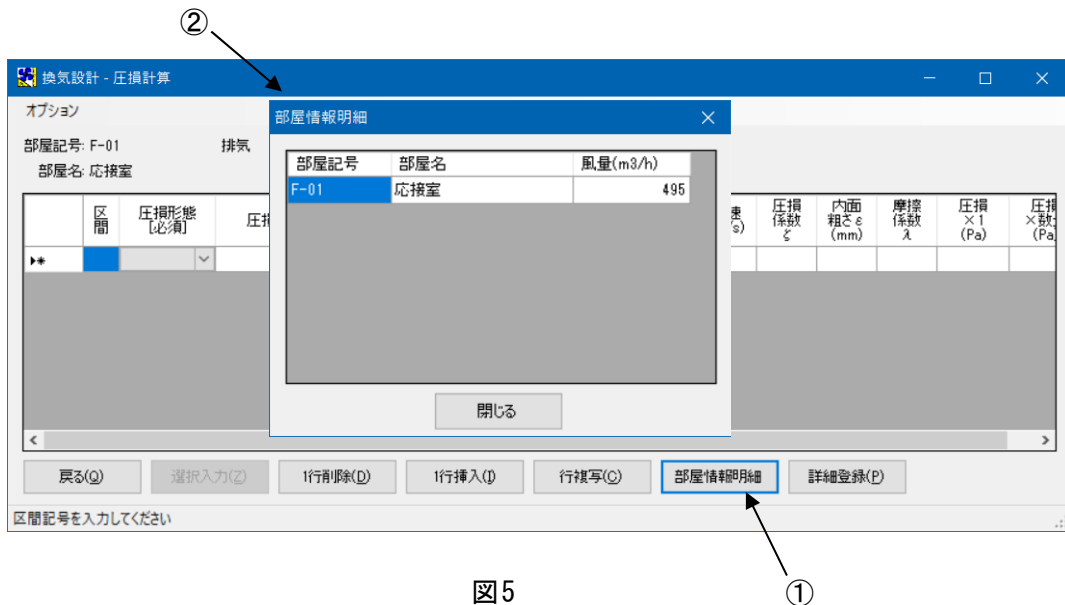

図5
- ・風量計算で集中換気として複数の部屋をまとめた場合、[部屋情報明細] ボタン(図 5-①)をクリックすると、「部屋名情報明細」(図 5-②)が表示されますので、どの部屋を集中換気として設定していたか確認することができます。